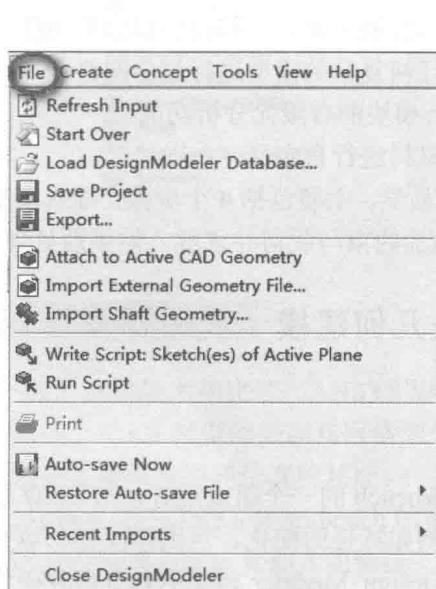

图 1-5 File 子菜单
(1) File: 用于基本文件的操作，包括文件的保存、输入、输出及其脚本的运行等功能，如图 1-5 所示。